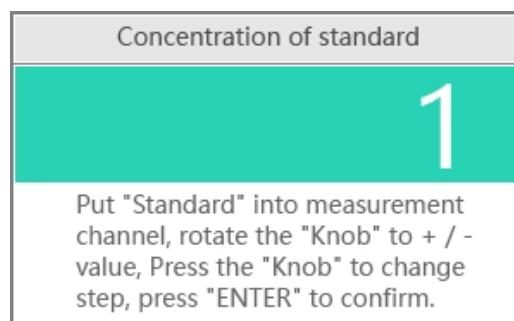

Fig. 6-8 Mesure de l'échantillon standard
- 3 Placez l'"échantillon standard" dans le canal de mesure, fermez la salle des échantillons et tournez le bouton pour entrer la concentration de l'échantillon standard (figure 6-8). Appuyez sur "**ENTER**" pour terminer la mesure de l'échantillon standard.